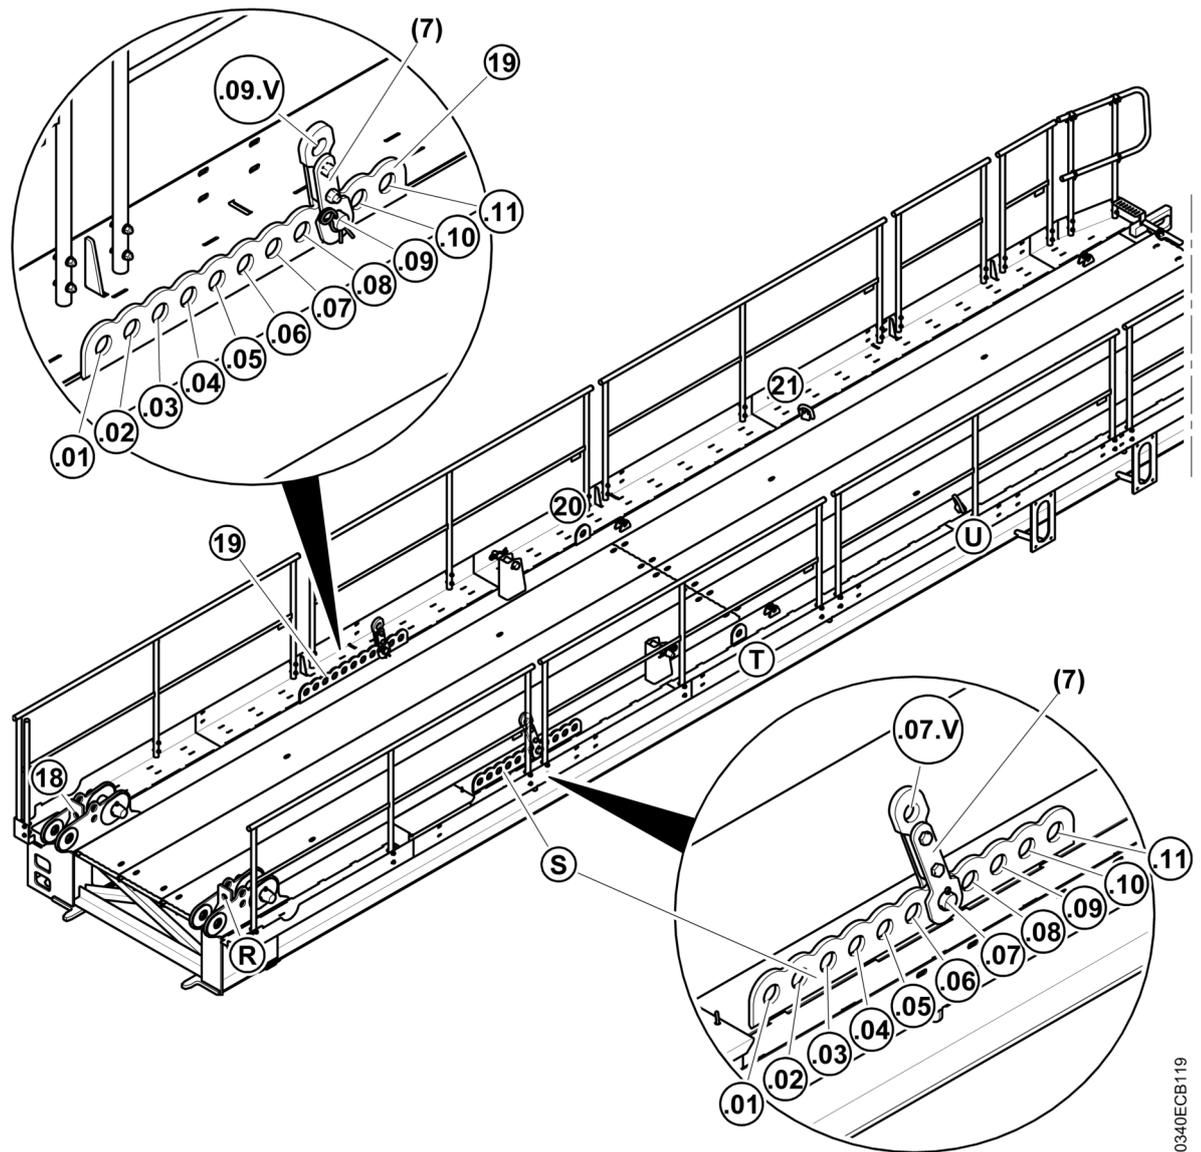

Fig. 268: Anschlagpunkte Gegenausleger-Anlenkstück
- ▶ Anschlagpunkte am Gegenausleger-Endstück (siehe: Fig. 267, Seite 314) und Anschlagpunkte am Gegenausleger-Anlenkstück (siehe: Fig. 268, Seite 315) beachten.